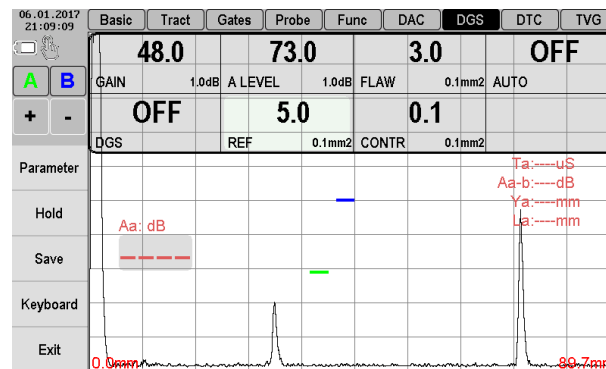

Figure 2.58 – Setting the equivalent reflector size - «REF» parameter
2. Input the size value of reference reflector to parameter «REF» (in mm2), Figure 2.58.